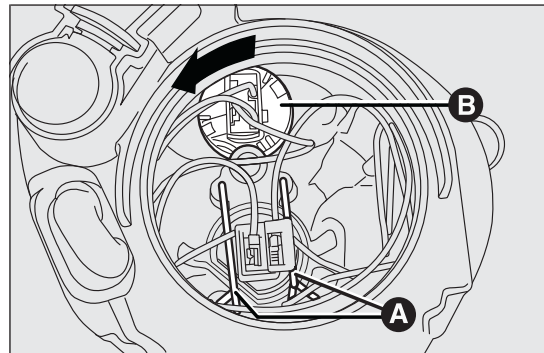

РИС. 130
- отсоединить две удерживающие лампу пружины А РИС. 130;
- повернуть против часовой стрелки патрон В РИС. 130 и снять его;